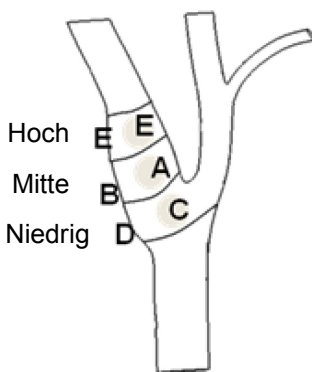

Abb. 16: Systematische Mapping-Strategie für verschiedene Positionen am freigelegten Karotissinus.
- 17) Systematisches Mapping des Karotissinus auf Blutdruckreaktion durchführen. Dazu Ableitung und Implantationswerkzeug verwenden (Abb. 16 enthält ein Strategiebeispiel) und Bereiche des Karotissinus in der nachfolgenden Reihenfolge mappen (die Abbildung enthält die Positionen).
- A. Am anterioren Bereich der freiliegenden Arteria carotis interna neben der Bifurkation beginnen (siehe Abschnitt A, Abb. 16).
- B. Zur Basis der Arteria carotis interna an der freien Wand (gegenüber der Arteria carotis externa) gehen (siehe Abschnitt B, Abb. 16).
- C. Zur Arteria carotis communis direkt unter der Bifurkation gehen (siehe Abschnitt C, Abb. 16).
- D. Tiefer um die Arteria carotis communis von C, nach unten von B, diagonal von A (siehe Abschnitt D, Abb. 16).
- E. Weiter oberhalb der Bifurkation freilegen (kopfwärts). Wenn keine optimale Position identifiziert wird, Positionen an der posterioren Seite des Karotissinus erwägen (siehe Abschnitt E, Abb. 16).